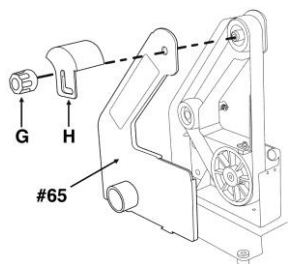

fig. 16
1. Retirez le bouton de verrouillage du garde-courroie (G), puis retirez le garde-courroie supérieur (H) et le couvercle latéral de la courroie (n° 65) (fig. 16).
6. Remettez en place le garde-courroie supérieur et le couvercle latéral de la courroie ainsi que le garde-courroie inférieur et serrez-les avec le bouton de verrouillage du garde-courroie (fig. 16, 17).